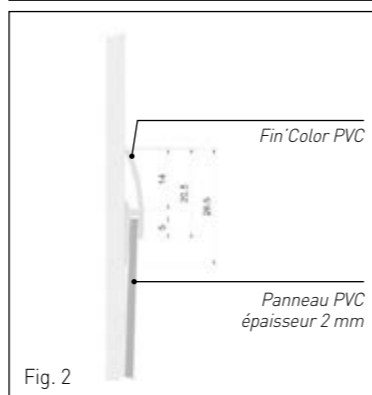

Fig. 2
- Coller le panneau et le FIN'ALU en même temps sur le mur préalablement encollé. (Cf. Fig.2)
- Positionner et coller ensuite le deuxième panneau de l'autre côté de la platine de la même façon que le premier. (Cf. Fig.2)
- Découper le FIN'ALU horizontal (profilé en J) à la dimension du mur et placer le FIN'ALU sur la partie haute des panneaux. (Cf. Fig.2)